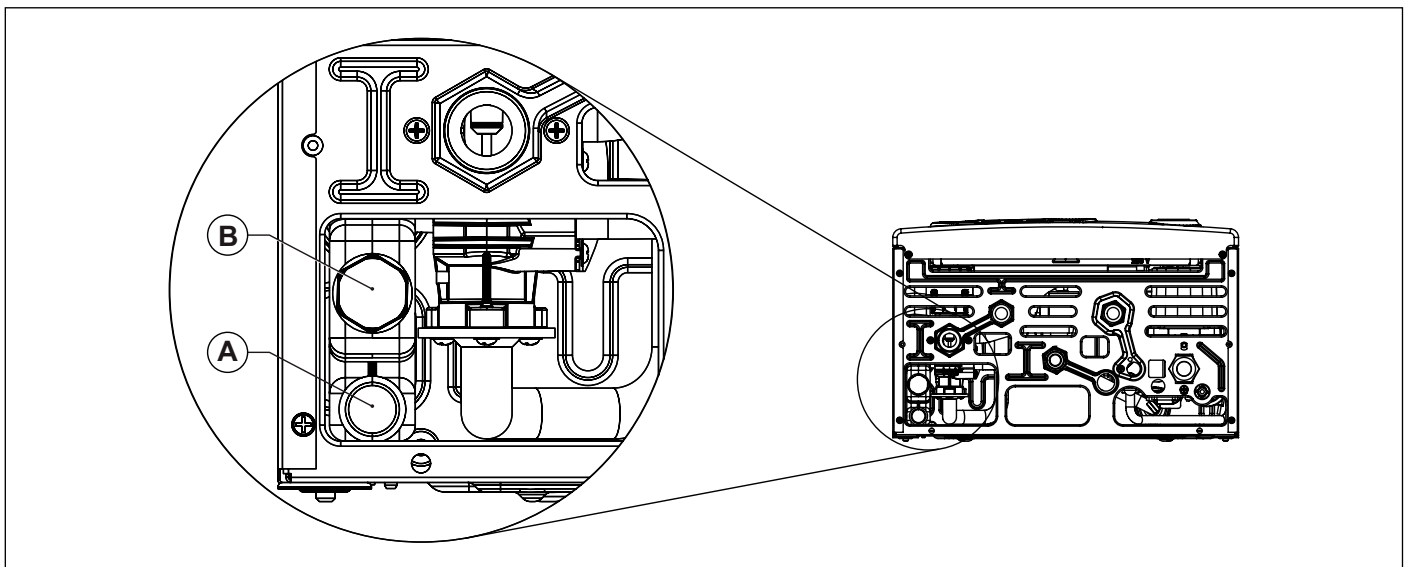

Fig. 21 Descarga condensación
Si no existen contraindicaciones especiales, la condensación producida en la fase de combustión debe ser encauzada (por medio del conducto de evacuación de la condensación) a un sistema de evacuación que la haga fluir a la red de evacuación de los reflujos domésticos que por su componente básico, contrarresten la acidez de la condensación de los humos. Para evitar un retorno de los malos olores de la red de evacuación de los reflujos domésticos, se recomienda aplicar un sellado anti-olores entre el sistema de evacuación de la condensación y la red de evacuación de reflujos domésticos. El sistema de evacuación de la condensación y la red de evacuación reflujos domésticos deben estar contruidos con materiales adecuados, resistentes al ataque del agua de condensación. El sistema de evacuación de la condensación se debe conectar a la específica conexión (A) preparada en la caldera (ver Fig. 21 Descarga condensación).